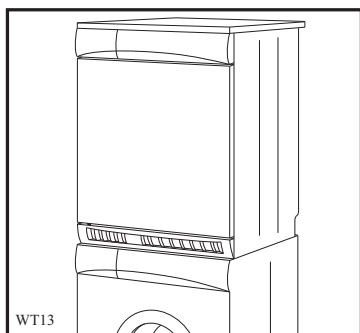

Fig 10
- modèles avec élément socle (fig. 10, 11, 12 et 13).